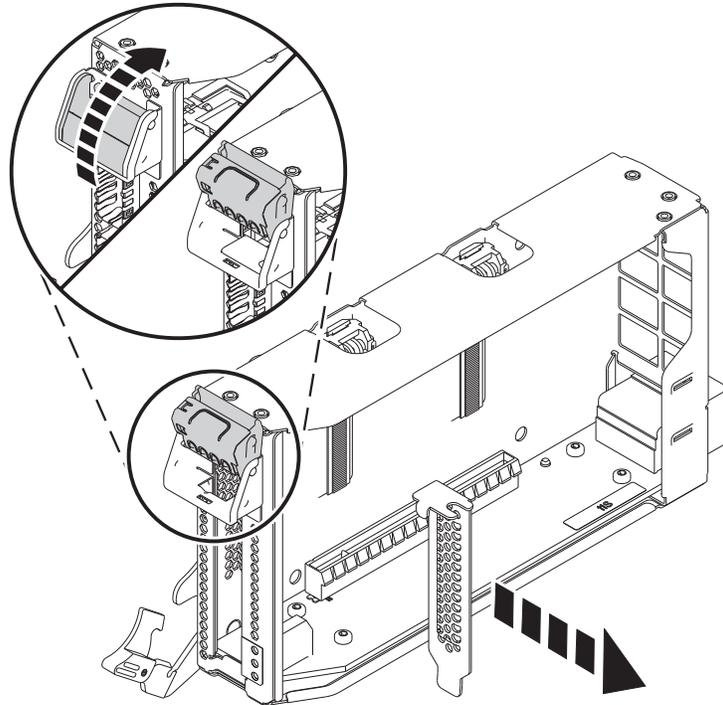

Abbildung 29. Platzhalterelement des PCIe-Adapters aus der Adapterkassette ausbauen
- c. Um das Platzhalterelement der Adapterkassettenhalterung zu entriegeln, drehen Sie die Verriegelung am Ende der Adapterkassettenhalterung der Kassette, wie in Abb. 29 auf Seite 31 dargestellt.
- d. Bauen Sie das Platzhalterelement der Adapterkassettenhalterung aus, wie in Abb. 29 auf Seite 31 dargestellt.